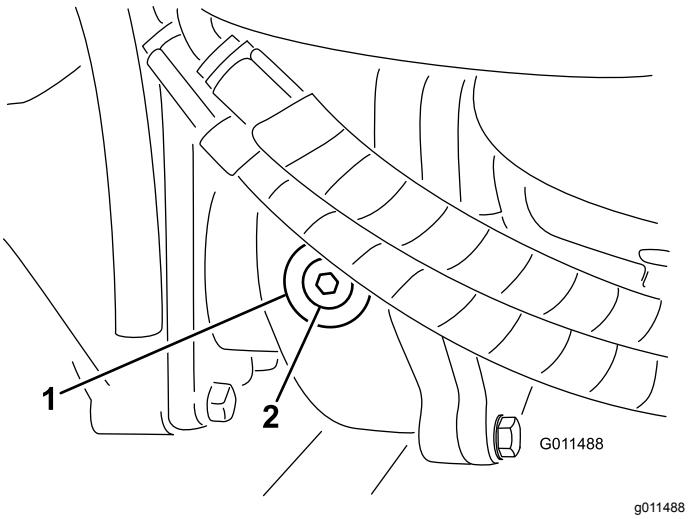

Figura 93
- Retire o tampão de verificação/enchimento que se encontra na zona esquerda da caixa de engrenagens e certifique-se de que existe lubrificante até ao fundo do orifício (Figura 93).